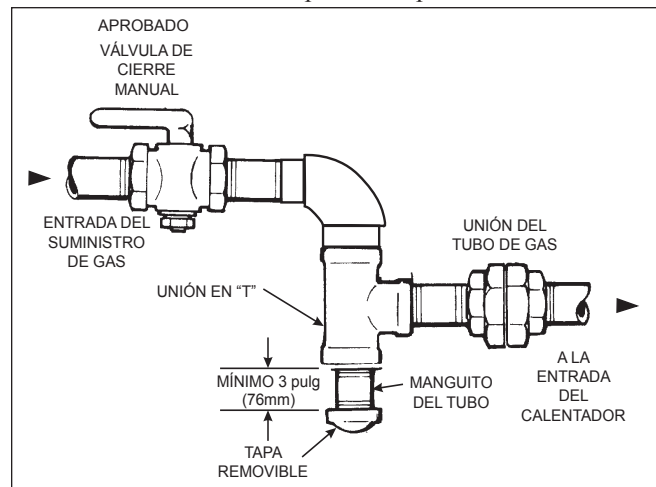

Figura 9. Diseño correcto del colector de sedimentos/pata de goteo
4. Instale la trampa de sedimento (tubo de purga) delante de los controles de gas tal como se muestra en la Figura 9. Coloque la trampa con un perno de rosca que pueda ser removido para su limpieza.